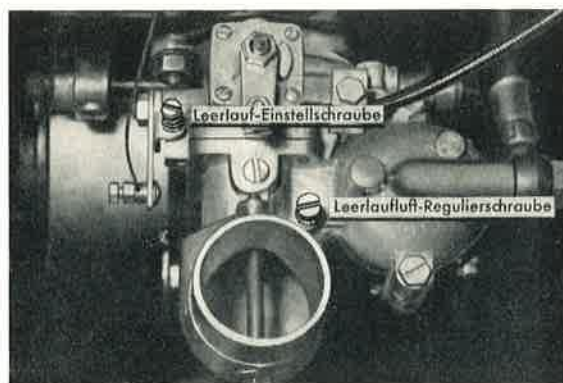

Bild 22a/1: Mit diesen beiden Schrauben wird der Vergaser eingestellt, d. h. der Leerlauf des Motors reguliert.
2. Leerlauf-Einstellschraube anziehen, bis sich die Motor-drehzahl erhöht (Bild 22a/1).
3. Leerlauf-Regulierschraube (Bild 22a/1) soweit hereindrehen, bis der Motor anfängt zu stottern und die Motor-Drehzahl zurückgeht, dann